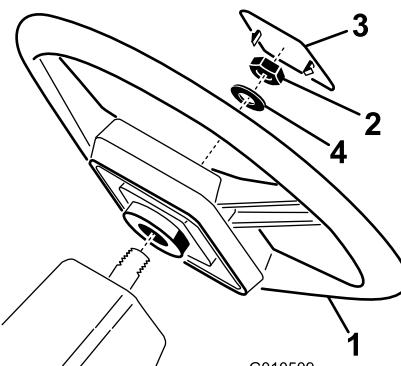

Bild 3
1. Nehmen Sie die Mutter von der Lenkrolle ab. Schieben Sie das Lenkrad und die Scheibe auf die Lenkrolle (Bild 3).